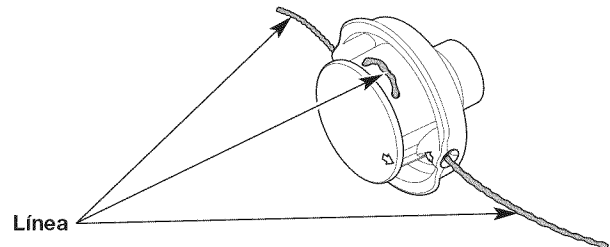

Fig. 15
4. Hale los extremos de la línea hasta que la misma esté apretada contra el cabezal de corte. Asegúrese de que los extremos de la línea sean de igual longitud (Fig. 15).